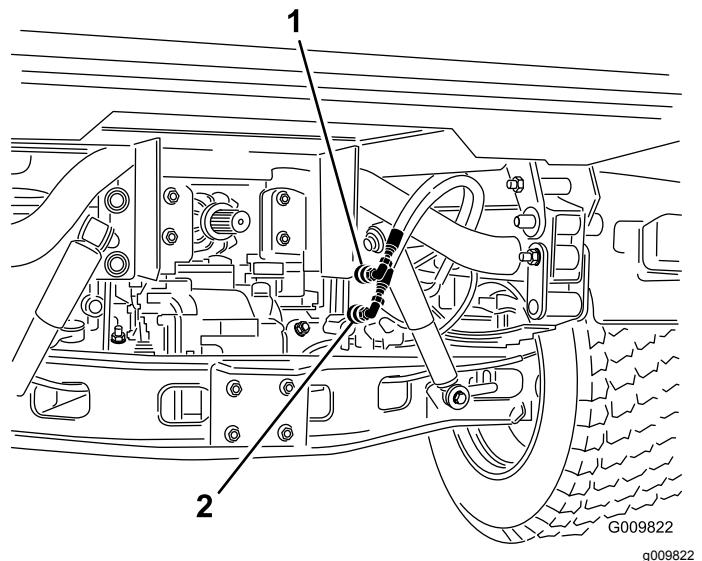

Bild 69
2. Schließen Sie an beiden Maschinen die zwei Schnellkupplungsschläuche von den Schläuchen ab, die an der Schnellkupplungshalterung befestigt sind (Bild 69).